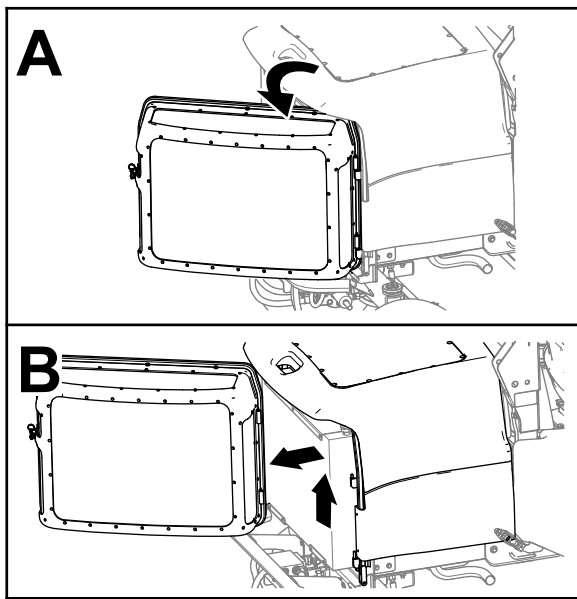

Figura 68
3. Desenganche la rejilla del motor, ábrala y levántela de la máquina (Figura 68).